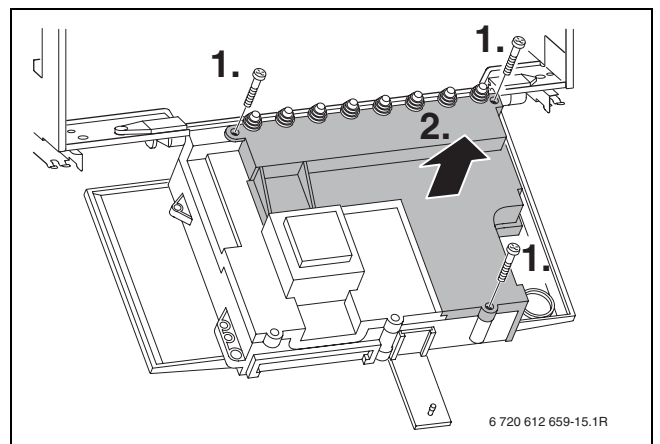

Fig. 23
- ▶ Svitare le viti di fissaggio ed estrarre la copertura posteriore (→ fig. 23).